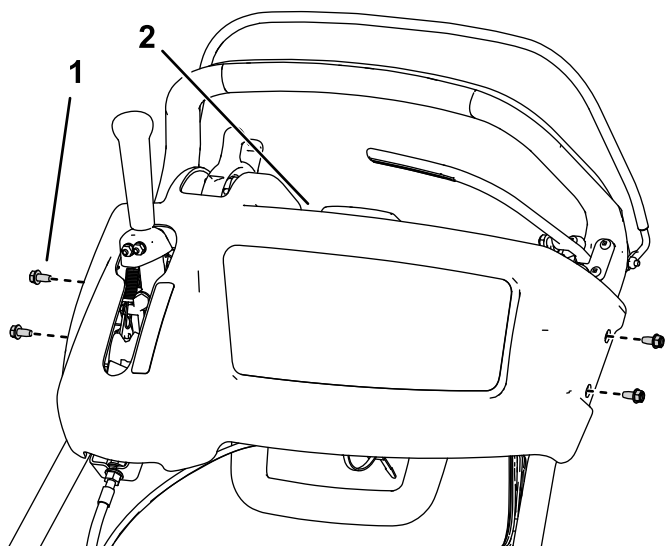

图 2
1. 卸下固定控制台盖的 4 个螺栓然后取下控制台盖 图 2。